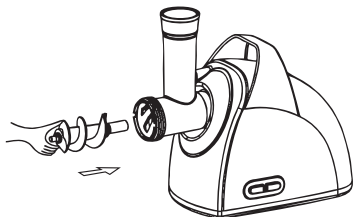

Рис.3
7.1.2 Поместите шнек в горловину узким концом вперед и слегка проверните его пока он не войдет в тесный контакт с приводом электродвигателя (рис. 3).